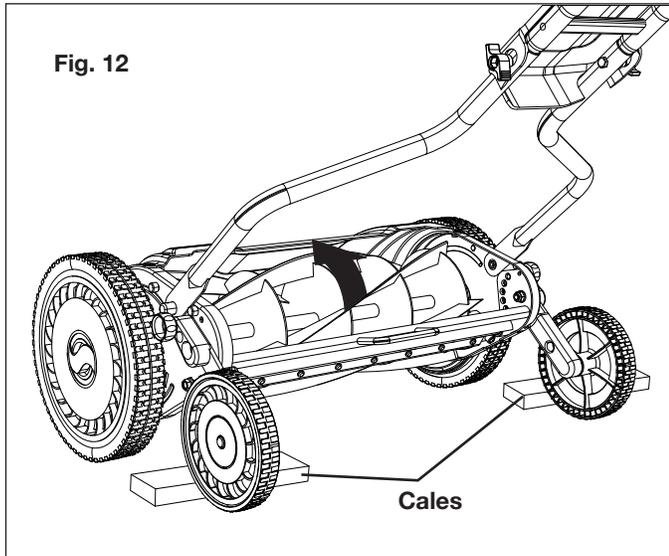

Fig. 12
2. La tondeuse reposant sur ses quatre roues, tournez lentement le rouleau de coupe en le soulevant vers le haut, une lame à la fois, et faites-lui faire un tour complet ou deux. Si vous entendez un grattement ou si vous sentez une certaine résistance, c'est que les lames sont en contact et doivent être réglées (Fig. 12).